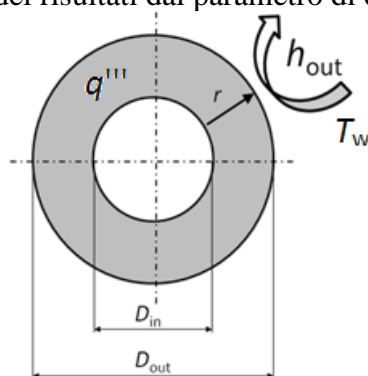

Fig. 4
- 4) Una pastiglia di combustibile nucleare, avente diametro interno di 1 cm, diametro esterno di 2 cm e conducibilità termica $k = 0.1 \text{ W/(m}^2 \text{ K)}$, presenta una generazione di calore interna pari a 2 MW/m^3 . La pastiglia è refrigerata sulla superficie esterna da acqua a 300°C con $h_{out} = 10 \text{ W/(m}^2 \text{ K)}$, v. Fig. 4. La cavità interna della pastiglia è riempita con elio stagnante e può essere considerata adiabatica. Calcolare la temperatura massima della pastiglia, verificando l'indipendenza dei risultati dal parametro di discretizzazione utilizzato.